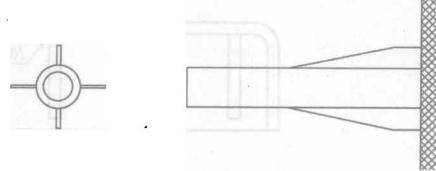

图 1-7 柱子加强肋
(3) 壁厚（产品外壁的胶厚） 与产品的使用要求和工艺要求有关，在保证产品有足够的强度和刚度的前提下，壁厚尽量小。但外形部分壁厚一般在 $1.5 \sim 3.0\text{mm}$ ，个别的壁厚在 5mm 左右，如用尼龙或PP做内部零件、小零件，有 1mm 胶厚就可以了。例如音箱外壳胶厚在 $3 \sim 5\text{mm}$ ，是为了防止声波与外壁产生共振发出杂音（除了增加壁厚以外，还在内壁加粘泡沫塑料用于吸音）。
(4) 加强肋 像那些大的塑料包装箱、周转箱（图1-6a），为了既不增加壁厚又能提高强度，在箱子外壁做了很多纵横交织的、有一定高度和厚度的格子一样的加强肋。有些面积大的胶件，如果按一般的胶厚去做会产生翘曲变形，而且强度也不够，就在产品四周做一圈边围，内部再做很多肋与边围相连，虽然只增加了很多的胶量，却使胶板的强度基本等同于与肋的厚度相同的实心胶板。像计算机显示器底座等（图1-6b），内部由许多加强肋组成了格子，这既节约了昂贵的塑料，减轻了重量，又避免了单纯增加壁厚带来的气泡、缩孔、凹坑、变形等缺陷。还有，像有些机壳、机箱内较细而又高的柱子，如装配螺钉柱，如果周围没有 $3 \sim 4$ 条加强肋，柱子就会歪斜、弯曲变形而导致无法装配，例如图1-7示